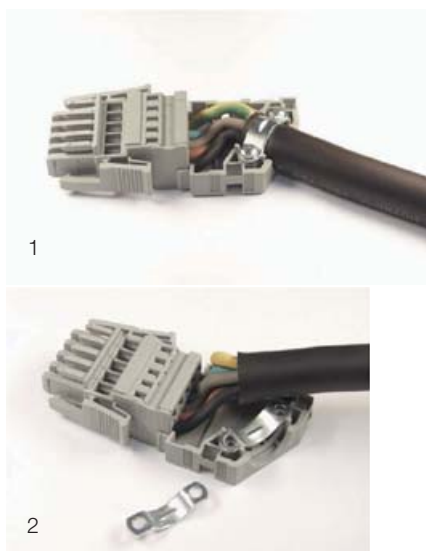

Рис. 28: Штекер подключения с корпусом для защиты от натяжения
- Проложите провода в корпусе для разгрузки от натяжения, как показано на рис. 28, и зафиксируйте кабель с помощью кабельного зажима на корпусе для защиты от натяжения.
Для того, чтобы обеспечить достаточную разгрузку от натяжения также для кабеля с диаметром < 12 мм, необходима установка второго кабельного зажима под проводом (рис. 28, поз. 2).